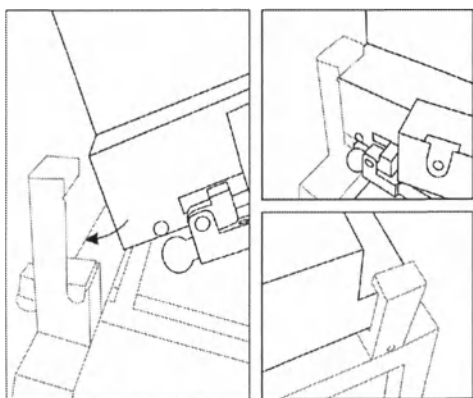

Рисунок 17
- 10) Затем опускать блок излучателя на тележку – см. рисунок 17.